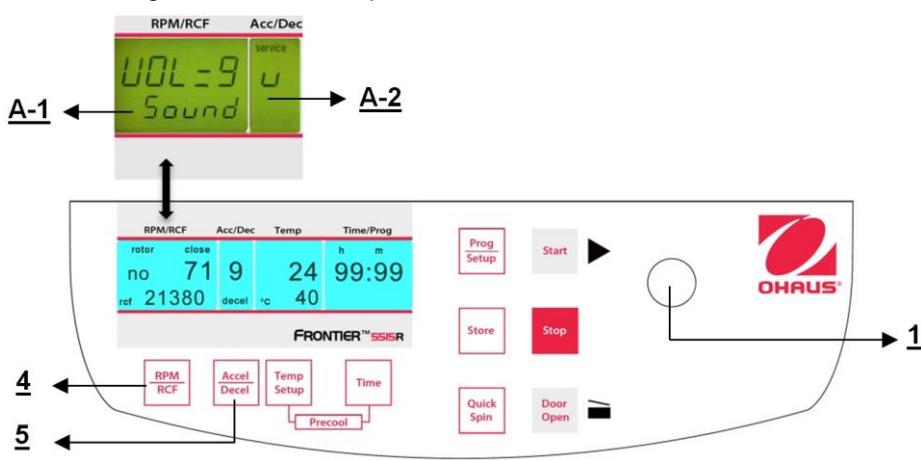

Figura 34
Proceda como se describe en el punto 4.1.2 para ingresar en este modo de programa y luego presione el botón "Accel/Decel" (5). En la pantalla "Acc/Dec" (A-2) destella la palabra "Service". Ahora seleccione la letra "U" con la perilla de ajuste (1). Como resultado, en la pantalla "RPM | RCF" (A-1) aparecen las palabras "Vol=0-9/Sound". Despues de presionar el botón "RPM | RCF" (4), puede ajustar el volumen deseado entre 0 (bajo) y 9 (alto) con la perilla de ajuste (1) (vea la Figura 34).